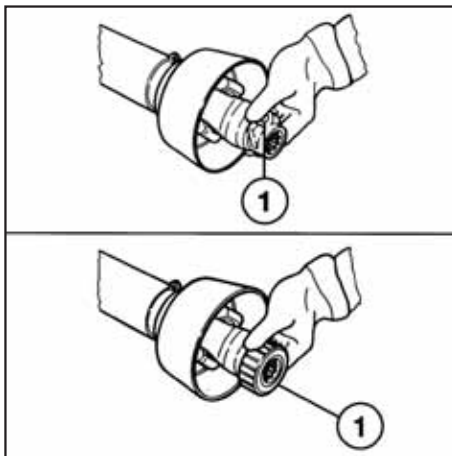

Fig. 11
- Fissare l'albero cardanico all'albero della pompa, agendo sull'apposito/a pulsante/ghiera (1 Fig. 11). Per permettere l'inserimento, rilasciare il pulsante/ghiera e accertarsi che il giunto si arresti nella sua sede.